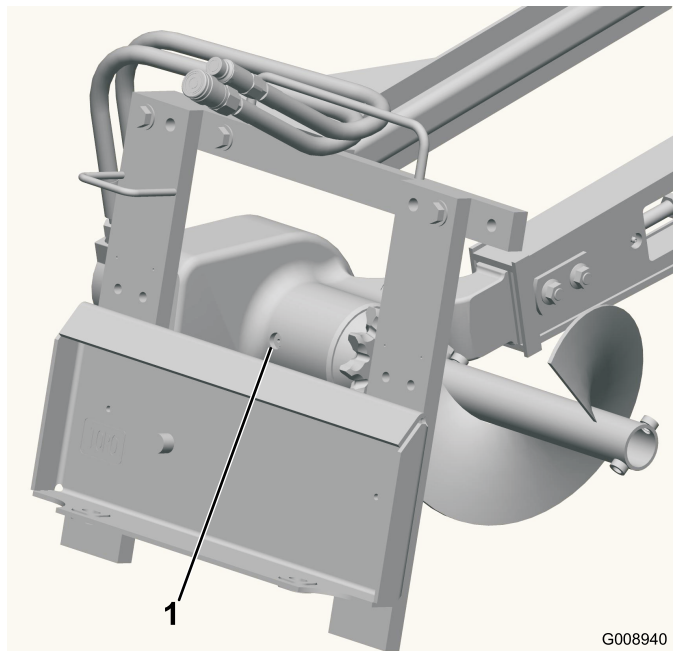

Figura 10
3. Limpie la zona alrededor del tapón del orificio de llenado de la caja de engranajes (Figura 10).
4. Retire el tapón del orificio de llenado (Figura 10).
1. Limpie la zona alrededor del tapón del orificio de llenado de la caja de engranajes (Figura 10).
2. Retire el tapón del orificio de llenado (Figura 10).